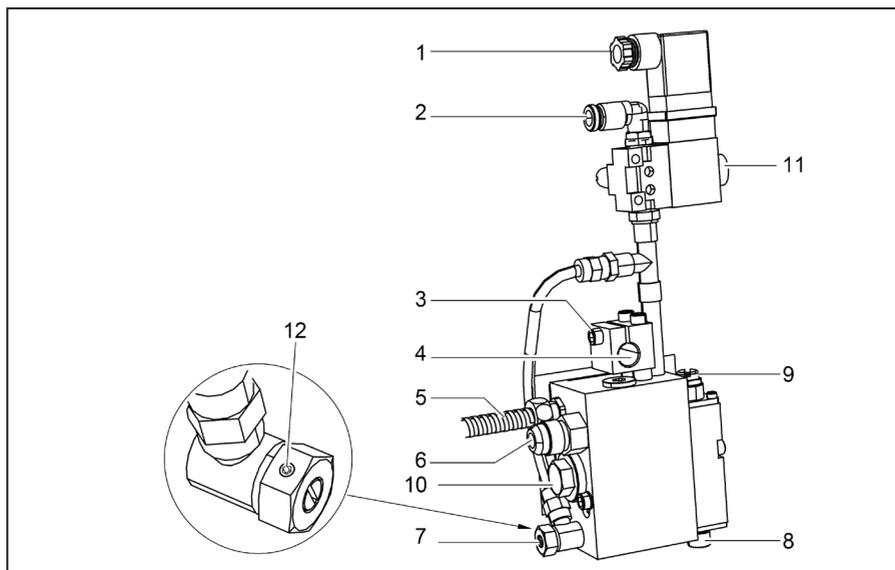

рис. 2: Соединения
1. Ослабить винт (рис. 2/3) ключом с внутренним шестигранником.
2. Одеть отверстие (рис. 2/4) лапки на стержень крепления (12 мм Ø).
4. Зафиксировать винт (рис. 2/3).
3. Поставить штекер кабеля для управления электромагнитным клапаном (рис. 2/1).
5. Соединить штекерный соединитель кабеля (рис. 2/5) с контр-штекером на подогреваемом шланге.
Подключите подачу сжатого воздуха (быстродействующая муфта РК 6) к гнезду (рис. 2/2).
3. Подсоединить подогреваемый шланг к выводу (рис. 2/6) гаечным ключом (SW 17 или SW 19). При этом законтрировать распыляющую головку гаечным ключом SW 18.
- Ослабить стопорный винт (рис. 2/12) ключом с внутренним шестигранником 1,5мм.
- Полностью открыть регулировочный винт для количества распыляющего воздуха (рис. 2/7) поворотом влево (винт со шлицевой головкой).
- Вручную включить электромагнитный клапан (рис. 2/11), чтобы начал выступать клей
- Точная настройка количества распыляющего воздуха производится регулировочным винтом (рис. 2/7)
- Регулировочный винт количества распыляющего воздуха (рис. 2/7)
- Диаметр сопла (рис. 2/8)
| Выходит слишком мало расплавленного материала или он не выходит вообще       | Засорена система сопла (рис. 2/8)                                     | Очистить или заменить сопло   | 6.3          |